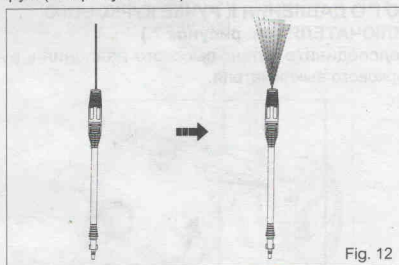

Fig. 12
- Поверните сопло, чтобы отрегулировать форму струи (см. рисунок 12.)